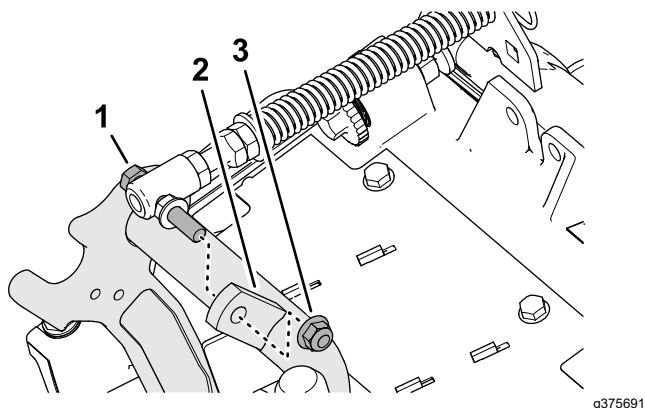

Figura 9
3. Îndepărtați contrapiulia cu guler ($\frac{3}{8}$ ") care fixează dopul filetat al arcului de compensare pentru gazon pe umărul drept al cadrului de susinere i îndepărtați arcul de compensare de pe unitatea de tăiere (Figura 9).